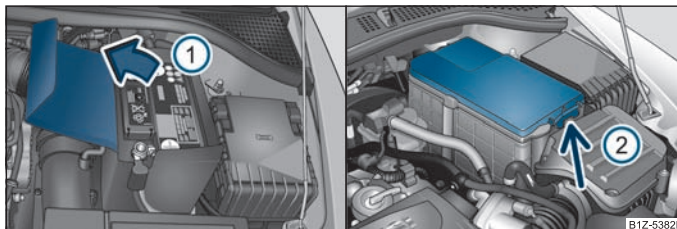

Fig. 126 Compartimentul motor: Capacul din poliester al bateriei autovehiculului / Capacul din material plastic al bateriei autovehiculului
Bateria este amplasată în compartimentul motor într-un capac din poliester ⇒ fig. 126 - stânga, respectiv într-un capac din material plastic* ⇒ fig. 126 - dreapta.
- Deschideți capacul bateriei în sensul indicat de săgeata ① ⇒ fig. 126, respectiv apăsați încuietoarea elastică ② de pe lateralul capacului bateriei, rabatați capacul în sus și îndepărtați-l.
Marginea suportului pentru baterie ⇒ fig. 126 - stânga, intră între baterie și peretele lateral al suportului bateriei, atunci când se realizează lucrări la baterie.